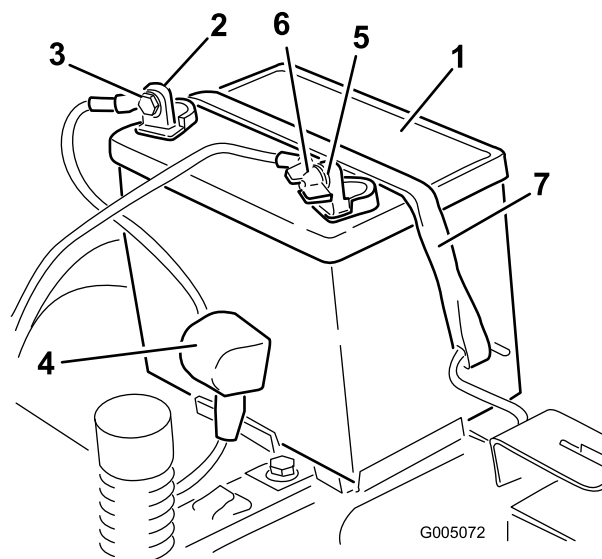

Figura 37
5. Infilate il cappuccio di gomma sul cavo positivo (rosso) della batteria. Staccate il cavo positivo (rosso) dal polo della batteria (Figura 37). Conservate tutti i dispositivi di fermo.
6. Togliete il dispositivo di fissaggio della batteria (Figura 37) e togliete la batteria dal vassoio.
4. Staccate il cavo negativo (nero) di terra dal polo della batteria (Figura 37). Conservate tutti i dispositivi di fermo.
- Posizionate la batteria nella cassetta (Figura 37).
- Fissate la batteria con l'apposito dispositivo (Figura 37).